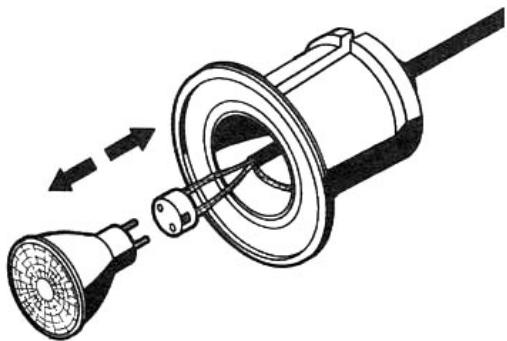

Рис. 8
3. Извлеките лампу с рефлектором и отсоедините ее от патрона лампы, предварительно вывернув два фиксирующих (рис. 8).